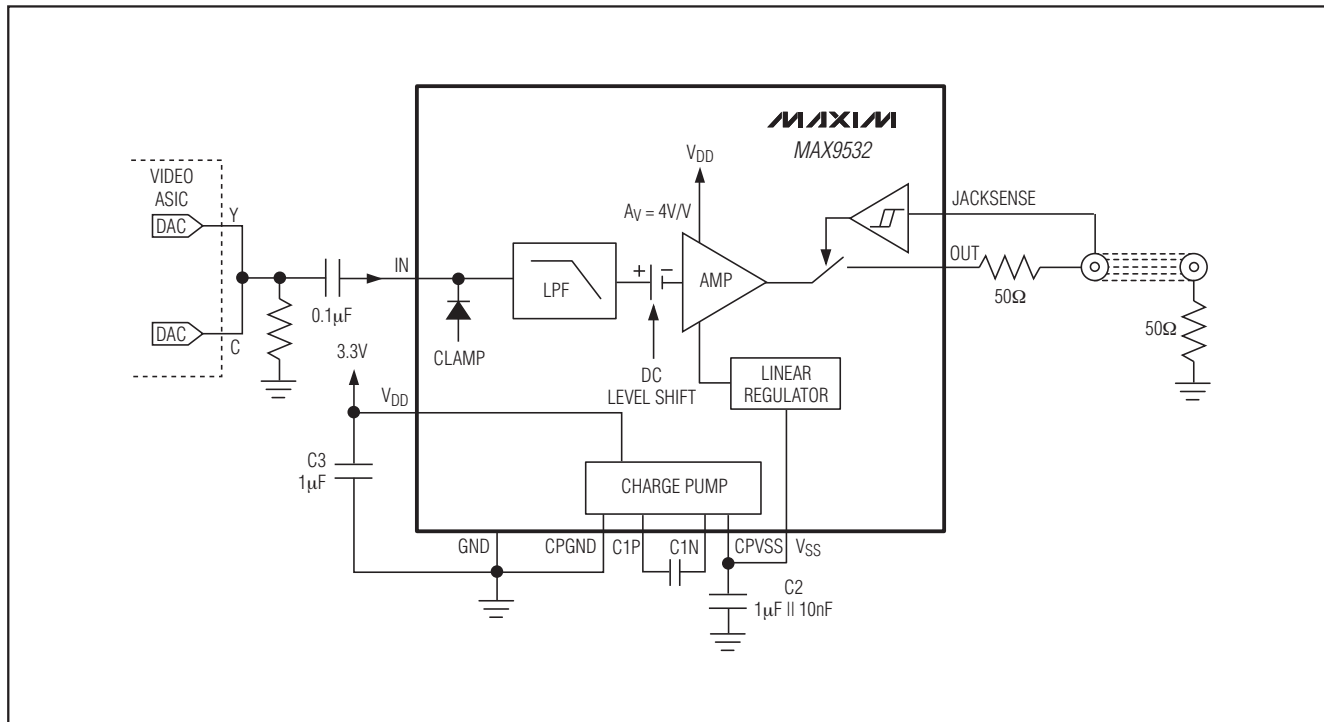

図5. 輝度(Y)と彩度(C)信号は、コンポジットビデオ信号を作成するために加算され、MAX9532にAC結合されて入力されています。
いくつかのアプリケーションにおいては、ビデオ信号源は、正のDC電圧バイアスを持つ信号を生成し、すなわち、信号の同期チップはグラウンドをかなり上回ることとなります。図5は、輝度(Y) DACと彩度(C) DACの出